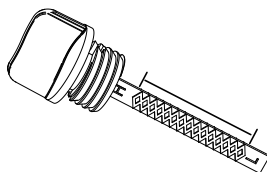

Figure 2-14. Plage de fonctionnement sécuritaire
6. Voir la Figure 2-14. Retirez le bouchon-jaugeur, puis vérifiez que le niveau d'huile se situe dans la plage de fonctionnement sécuritaire.